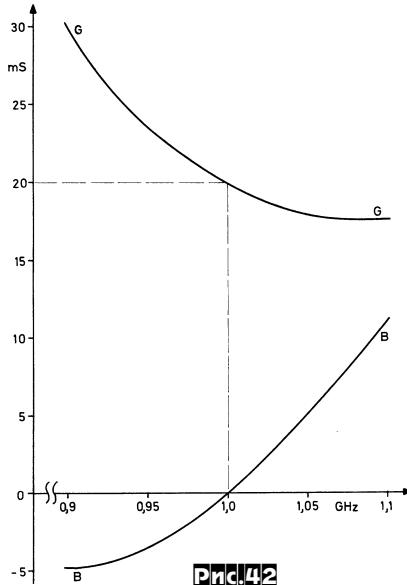

Рис.42
этой антенны на частоту 1 ГГц. Результаты сведены в табл.7, а на рис.42 показаны частотные зависимости активной (G) и реактивной (B) составляющих входного сопротивления, где 20 mS (миллисименс) = 50 Ом. Используя данные из табл.7, авторы рассчитали антенну